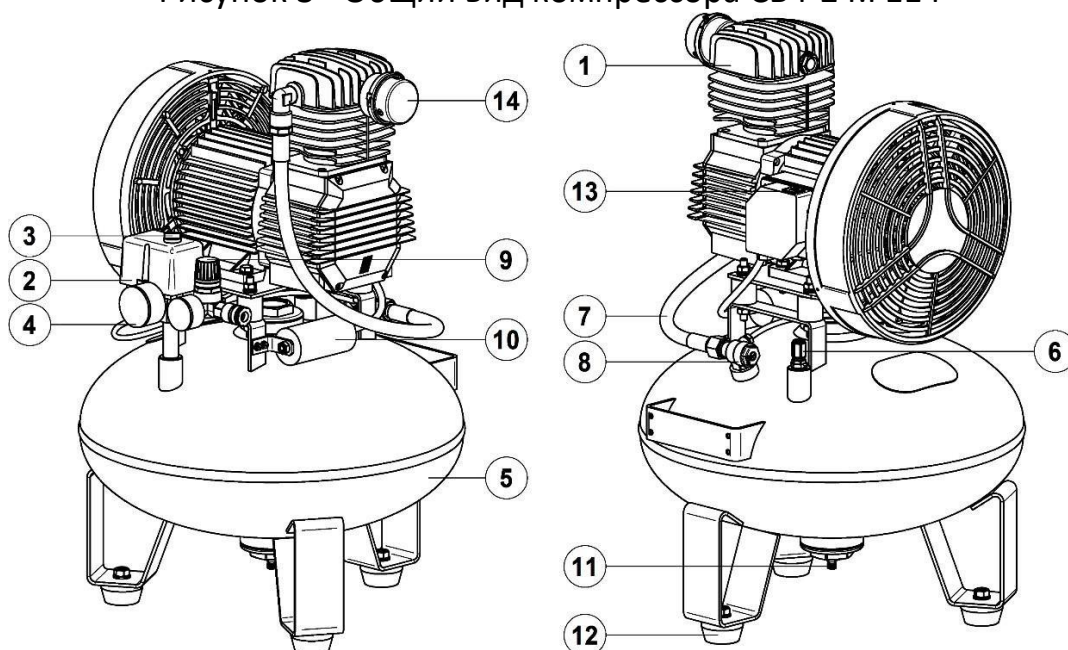

Рисунок 4 - Общий вид компрессора СБ4-24.GMS150 и СБ4-50.GMS150
- Выверните фильтр **14** (рис. 4, 6) при обслуживании компрессора с поршневым блоком GMS150. Ослабьте крышку всасывающего фильтра;